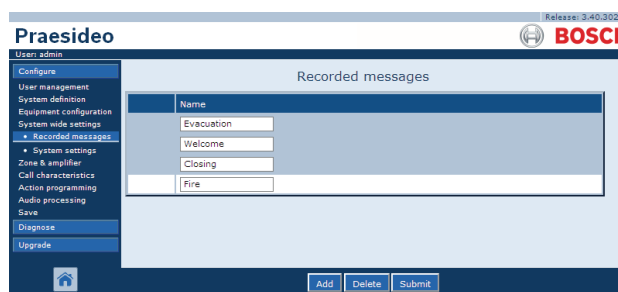

Abb. 44.7: Anmeldung von Durchsagen löschen, Schritt 2
- 2 Klicken Sie auf die Zeile der zu löschenden aufgezeichnete Nachricht. Die gesamte Zeile wird hervorgehoben (siehe Abb. 44.7).